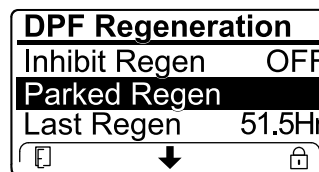

Figure 50
- Si le calculateur moteur demande une régénération d'urgence ou est en train d'en exécuter une, et que vous naviguez jusqu'à l'option PARKED REGEN (régén. en stationnement), la régénération en stationnement se bloque et l'icône de blocage (Figure 50) apparaît en bas à droite de l'InfoCenter.